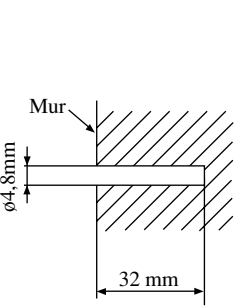

Fig. 3-1
- (1) Faire des trous dans le mur de dimension ø 4,8 mm x 32 mm. (Voir figure 3-1).